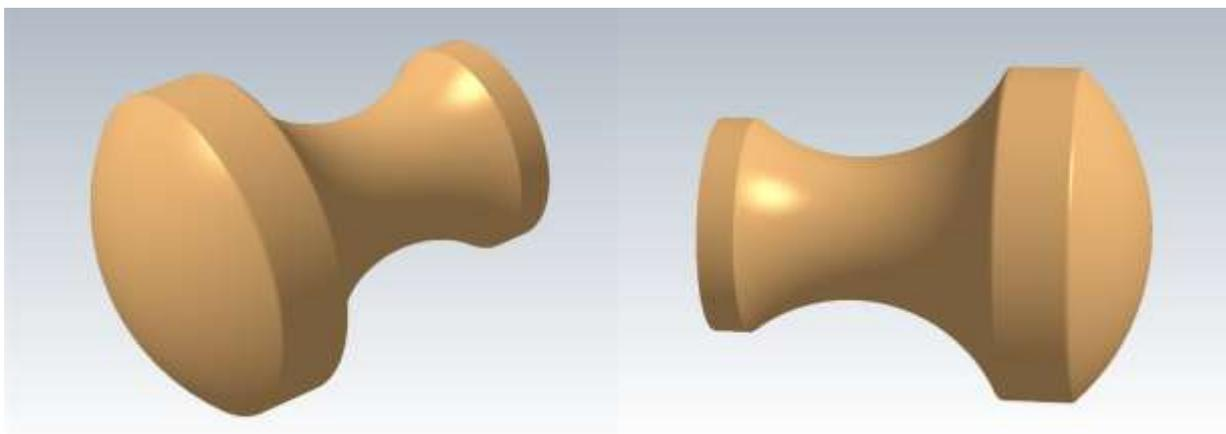
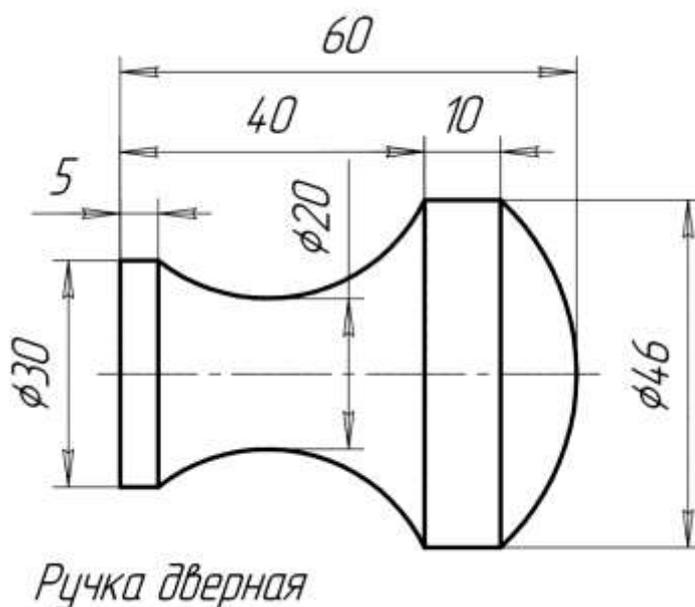

Рис. 1
Рис. 2
1. С помощью образца (Рис. 1) и чертежа (Рис. 2) изготовьте на токарном станке дверную ручку.